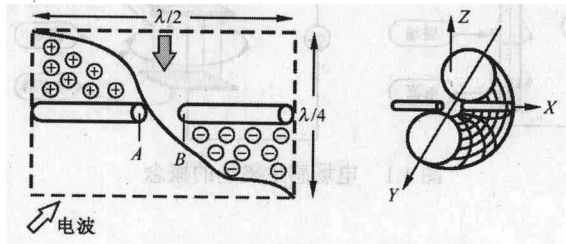

图 1.4 半波长偶极子天线的示意图
(1) 偶极子天线。天空中传输的电波遇到导体就会在导体上感应出电流, 这个导体被称为接收天线。天线导体的尺寸与接收电波的频率有很大的关系, 也就是说天线的尺寸和方向与接收电波的灵敏度有很大的关系。半波长偶极子天线的示意图如图 1.4 所示。